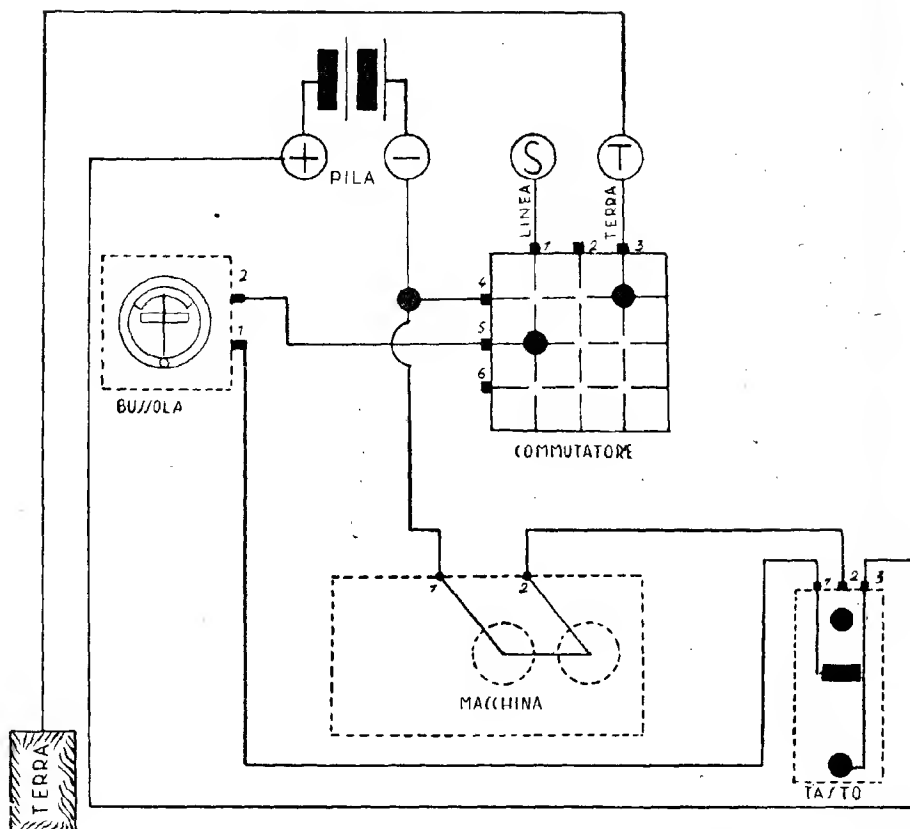

Fig. 36 — Giro della Corrente in un ufficio Estremo
Come si vede esaminando la Fig. 36, il Polo Positivo della Pila è collegato al n. 3 del Tasto e il Negativo è in comunicazione con la *Terra*.
(1) Il Polo NEGATIVO della Pila è sempre collegato al n. 4 del Commutatore. Così negli Uffici Estremi va alla Terra (V. Fig. 36) e negli Uffici Intermedi è in comunicazione con la Linea di Sinistra.